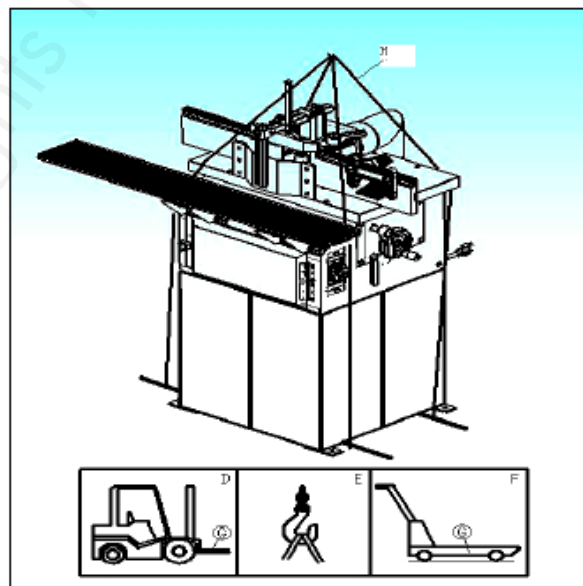

Fig. 3 : Possibilités de transport de la machine
1. Préparez un élévateur à fourche (D) ou un engin de levage manuel (F) d'une capacité suffisante.
2. Placez les fourches (G) sous la machine, comme indiqué sur la figure 3.